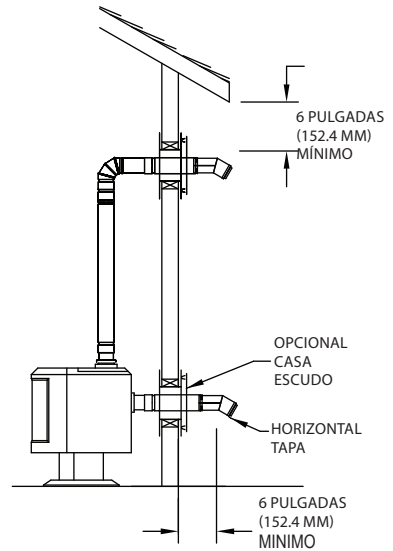

Figura 6
5. Si el ducto sale por la parte posterior de la estufa y se desea una instalación horizontal a través de la pared (**Figura 6**):
- B.** Conecte el adaptador de tubo a la parte posterior de la estufa y adjunte suficiente para penetrar el dedal de pared y prolongue por lo menos 6" (152 mm) más allá de la pared exterior. Es posible instalar el escudo para casa opcional como se muestra en la **Figura 6**. El escudo para casa se utiliza para proteger la pared exterior de la descarga del ducto de ventilación. Adjunte una tapa horizontal cuadrada o redonda. La tapa redonda horizontal se puede girar para dirigirla lejos de los objetos cercanos (valla, plantas, etc.), pero debe apuntar en una dirección generalmente hacia abajo. Importante: Las tapas horizontales deben estar apuntando en una dirección generalmente hacia abajo para asegurar que la lluvia y la nieve no entren en la tapa, y causen posibles daños al equipo. Cualquier tapa de ventilación debe estar al menos a 6" (152 mm) de la pared.